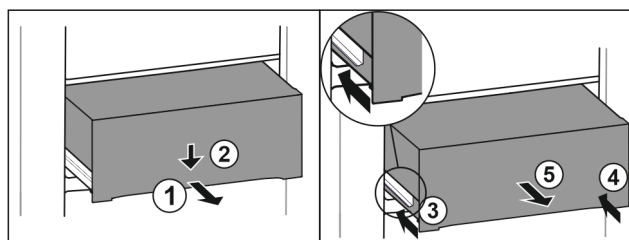

Fig. 131
- ▶ Tõmmake sahtel pooleldi välja. Fig. 131 (1)
- ▶ Vajutage sahtlit esiküljelt allapoole. Fig. 131 (2)
- ▶ Lükake vasakut siini 2 cm sisse. Fig. 131 (3)
- ▶ Lükake paremat siini 2 cm sisse. Fig. 131 (4)
- ▶ Võtke sahtel ettepoole välja. Fig. 131 (5)